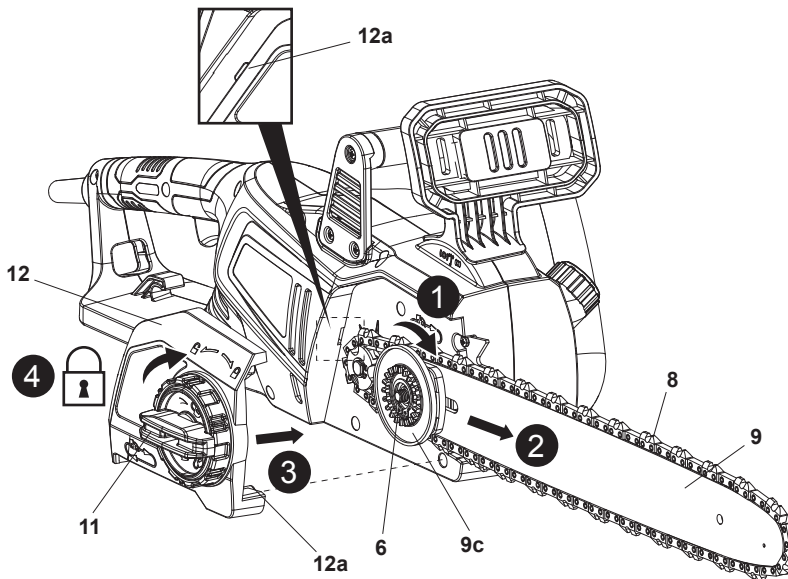

Fig. 5
7. Gire la rueda tensora (9c) hacia la derecha para ajustar la espada (9) hacia la derecha y apretar la cadena (8) (Fig. 5, pasos 1, 2). A continuación, alinee y coloque la cubierta (12) de la motosierra sobre el perno de montaje (6) (Fig. 5, paso 3).
8. Vuelva a instalar la cubierta de la motosierra (12) y apriete un poco la rueda de bloqueo (11) hacia la derecha (Fig. 5, paso 4). Asegúrese de que las dos espigas (12a) se acoplan correctamente en las ranuras correspondientes.